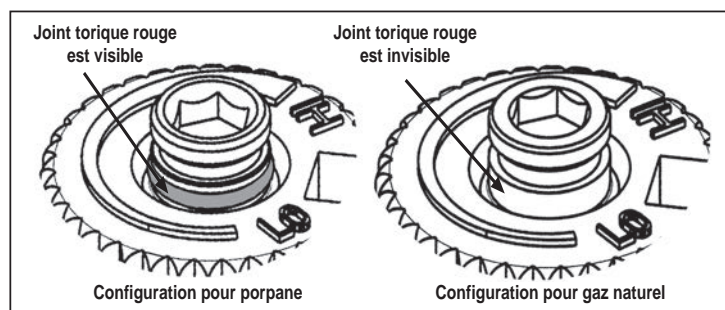

Figure 12: Le joint torique sur la vis de soupape.
f) Vérifier que si la conversion est du gaz naturel au LPG, la vis doit être ré-assemblée avec le joint torique rouge visible (voir figure 12). Si la conversion est de LPG NG, l'o-anneau rouge de la vis ne doit pas être visible.